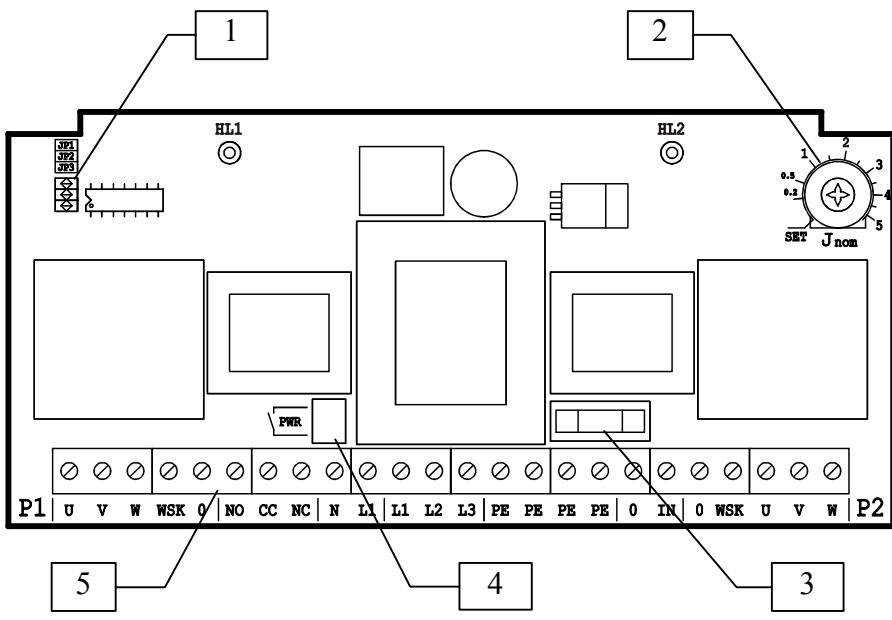
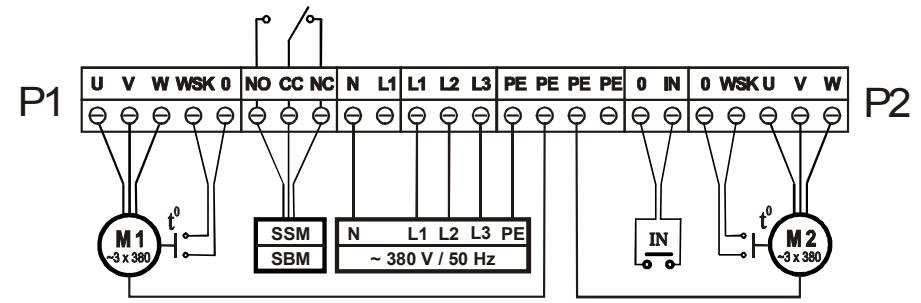
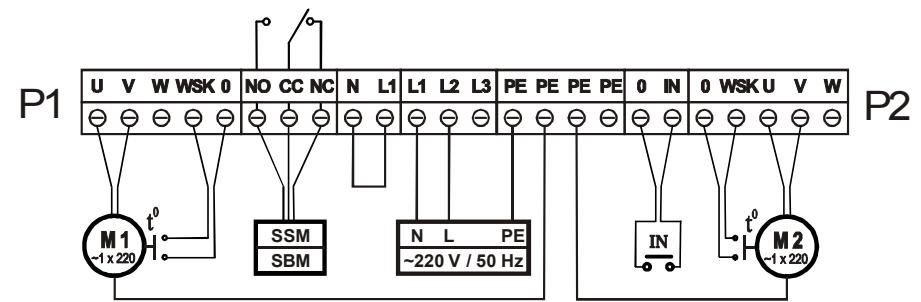

Рис. 2 Внутренний вид прибора
Рис. 3 Схема подключения прибора к трехфазной электросети
Рис. 4 Схема подключения прибора к однофазной электросети
5.2 Внутренний вид прибора (рис. 2)
- для подключения питающей электросети необходимо использовать соответствующие клеммы и кабель с сечением соответствующим току потребляемому двигателями. Схемы подключения питающей электросети в зависимости от количества фаз приведены на рис.3 и рис.4:
- L1, L2, L3, N, PE** -клеммы для подключения к трехфазной электросети ~380 В, 50 Гц (рис.3);
- L1, L2, PE** - клеммы для подключения к однофазной электросети ~220 В, 50 Гц; L2-фаза, L1-нейтраль. Так же необходимо соединить перемычкой клеммы N и L1 (рис.4);
- при подключении внешнего устройства сигнализации неисправности/работы используется выход **SSM/SBM** -клеммы **NO**, **CC**, **NC** (рис.3, рис.4). При помощи перемычки **JP3** (рис.2, поз.1), устанавливается тип сигнализации: перемычка установлена – обобщенная сигнализация неисправности, перемычка отсутствует – обобщенная сигнализация работы.
- после электрического подключения необходимо подсоединить клемму основного выключателя к соответствующему разъему на плате прибора (рис.2, поз.4).
- установить при помощи перемычек **JP1**, **JP2** (рис.2, поз.1) время автоматического переключения насосов:
- установить при помощи перемычки **JP3** (рис.2, поз.1) тип обобщенной сигнализации на выходе **SSM/SBM**:
(рис.2, поз.2). **Внимание! Не прикладывать чрезмерного усилия при вращении потенциометра!**